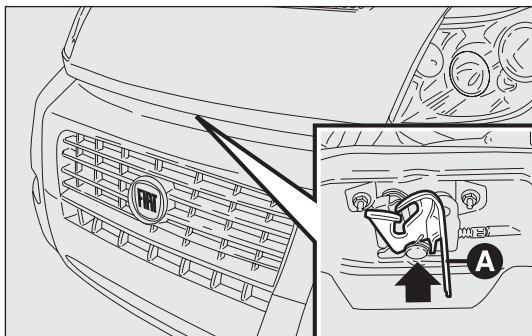

рис. 125
- потяните за рычажок А – рис. 125 как показано на рис.;